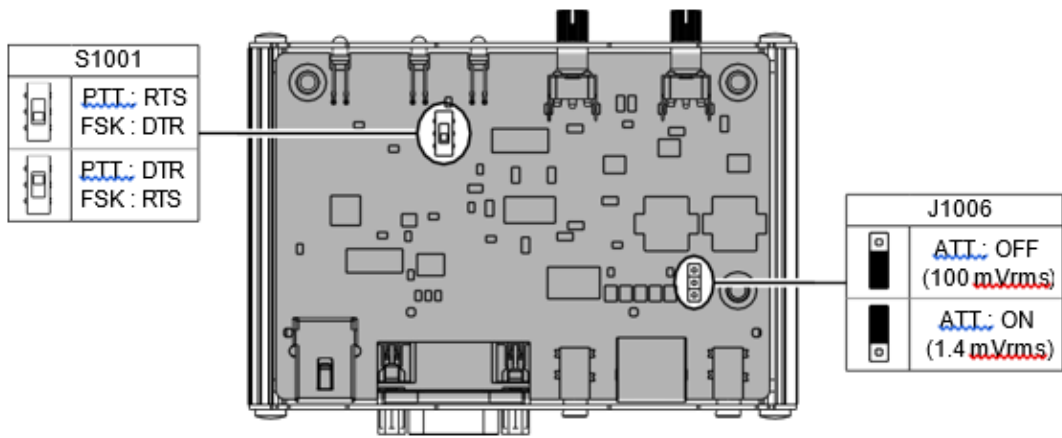

Figure 2
3. Podle obrázku 2 (Figure 2) vyhledejte umístění spínače (S1001) a propojky (J1006).
5. Vraťte horní kryt zpět pomocí 4 šroubů vyjmutých v kroku (2) výše.